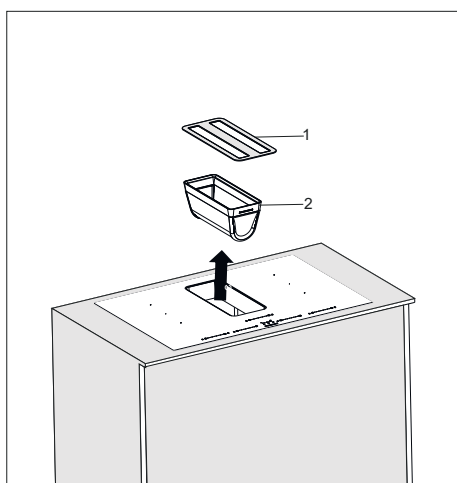

Fig. 8
1. ➤ ■ För att ta bort fettfiltret, ta först bort topp-plattan och sedan fettfiltret i pilens riktning (Fig. 8).